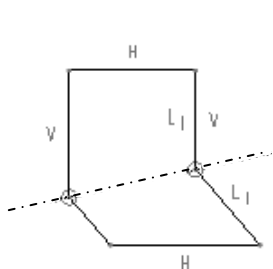

图 4.13.7 添加有用的约束
(1) 单击工具栏按钮  中的  (或选择下拉菜单 **草绘(S)**  **约束(R)**  **相等(E)** 命令)，系统弹出“约束”工具栏。
(2) 在“约束”工具栏中单击  按钮，然后在图 4.13.6 所示的图形中依次单击线段 1 和线段 2。完成操作后，图形如图 4.13.7 所示。